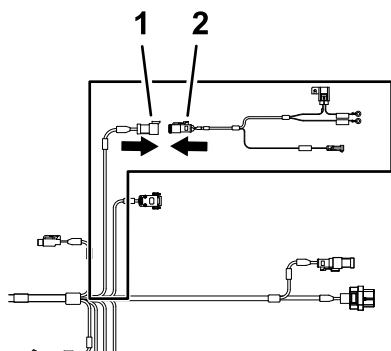

Figura 163
- Collegate il connettore a 3 prese (interfaccia di alimentazione elettrica) del cablaggio elettrico di navigazione al connettore a 3 pin (interfaccia di alimentazione elettrica) del cablaggio dati (Figura 162 e Figura 163).